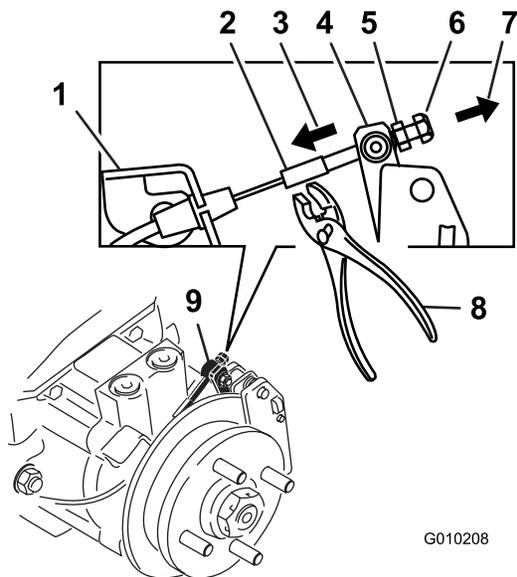

Figura 78
9. Usando las manos y los dedos solamente, empuje la palanca de la pinza hasta que haga tope y las pastillas de freno agarren el rotor (Figura 78).
10. Sujetando la palanca contra del tope, utilice la otra mano o los dedos para tirar del extremo roscado del cable a través del cabezal de giro. Apriete la tuerca estándar a mano contra el cabezal de giro (Figura 78).